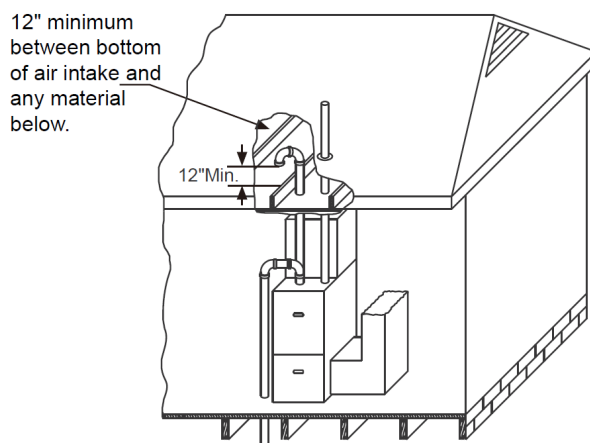

Fig. 4.6d- Terminaison de l'air de combustion dans les greniers et les vides sanitaires
- 3. L'AIR DE COMBUSTION VENTILÉ :** L'air de combustion est fourni par un tuyau en PVC ou en ABS qui est relié au raccord en PVC fixé au caisson du brûleur et qui aboutit dans un grenier ou un vide sanitaire bien aéré. L'air de combustion et les tuyaux d'évacuation n'aboutissent pas dans la même zone atmosphérique. Consultez la figure 4.6d pour les terminaisons dans les combles et les vides sanitaires. Seule la prise d'air de combustion peut être située dans le grenier. Le conduit d'évacuation doit déboucher vers l'extérieur.